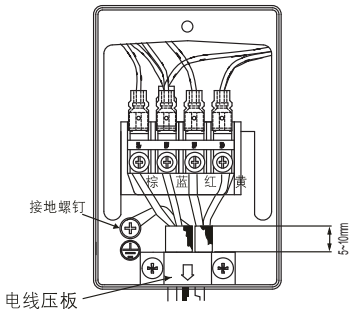

图 24
- 把室外机组中连接电缆按图24所示正确地牢固连接。(紧固力矩8-15kgf·cm)
- 必须将黄/绿线如图24所示接至前面板带有“⊕”标志的接地螺钉上。